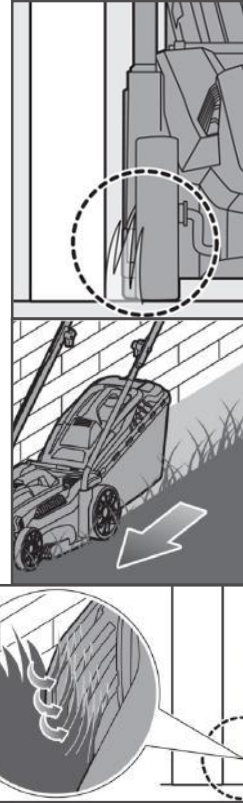

Рис. 13 Положение газонокосилки при кошении у стены.
9. Будьте осторожны при кошении травы у таких препятствий, как ограждение, стена и т.п. Защитные выступы на корпусе газонокосилки позволяют сделать это аккуратно (Рис. 13).